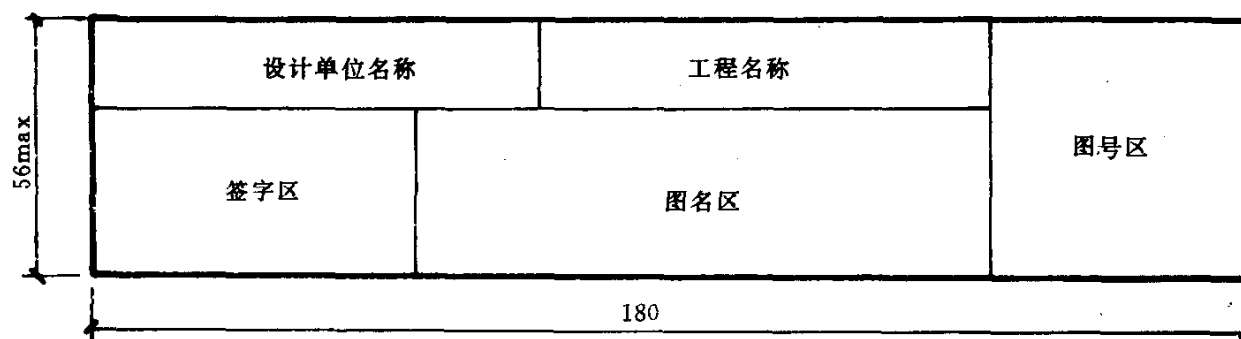

图 1-19 标题栏
3. 标题栏与会签栏 每一张图纸的右下角必须有标题栏 (简称图标)。标题栏的格式见图 1-19。需要会签的图纸要在图纸规定的位置画出会签栏如图 1-18 所示。在学生的制图作业中可省略。对于学生在校期间的制图作业建议采用图 1-21 所示的标题栏。